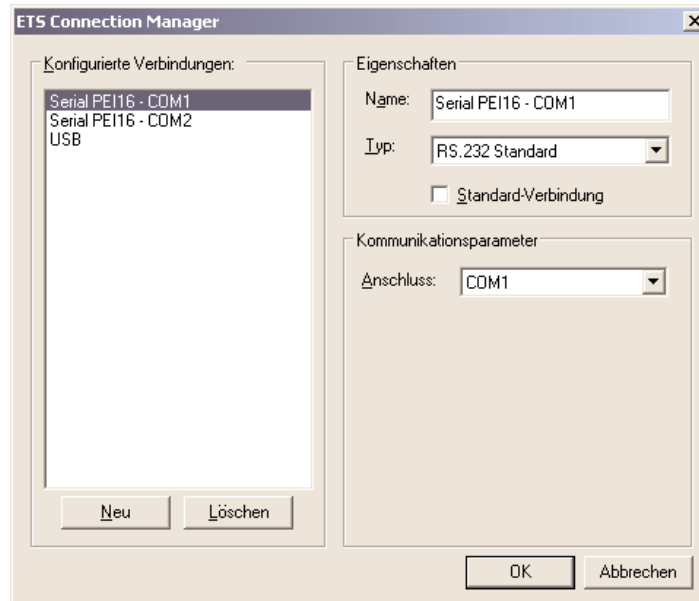

Bild 5: ETS Connection Manager
2. Schaltfläche "Schnittstelle konfigurieren" anwählen. Das Fenster "ETS Connection Manager" öffnet sich (vgl. Bild 5).